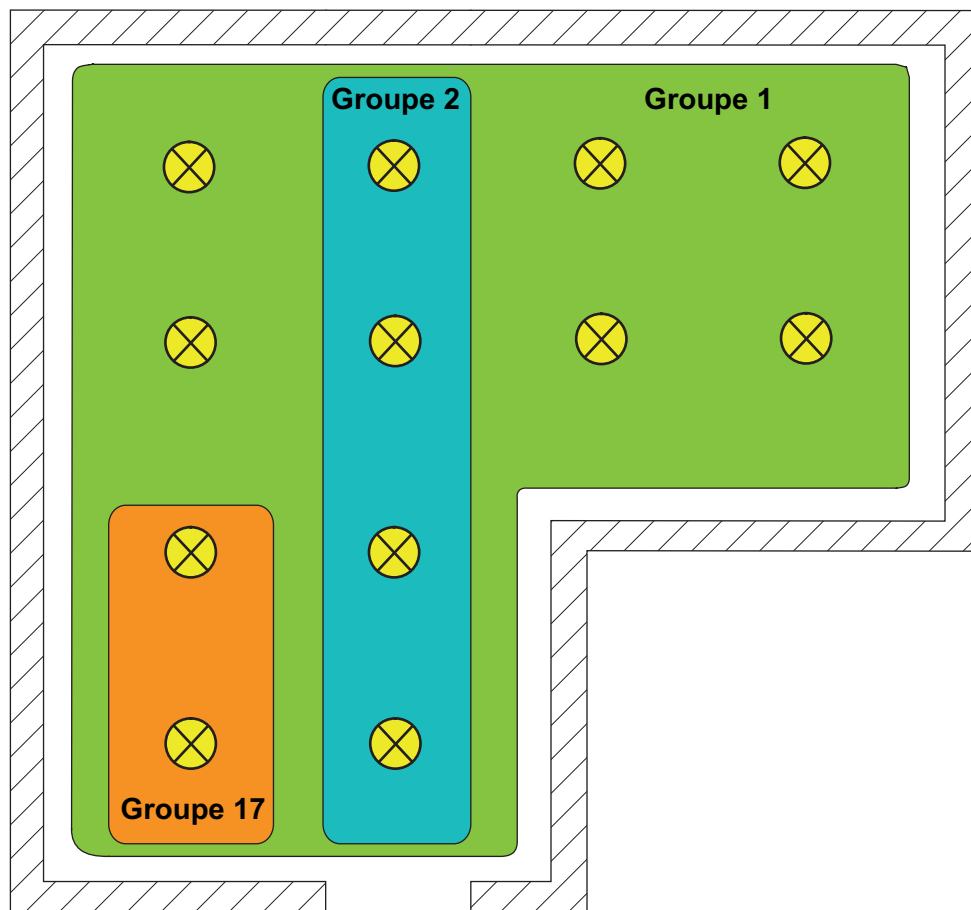

Figure 16: Exemple d'affectation multiple des équipements -
- i** Les équipements DALI qui sont affectés à plusieurs groupes se règlent toujours sur le dernier état défini par l'un des groupes affectés. Dans ce cas, le retour d'informations de l'état de commutation ou de la valeur de luminosité d'un groupe peut ne pas toujours être univoque. Les exemples suivants clarifient ce comportement (figure 16) :